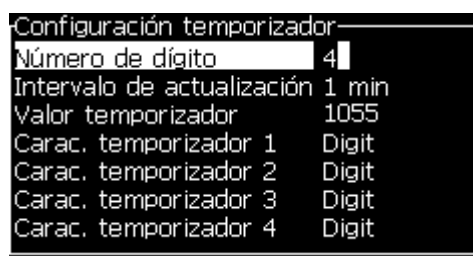

Figura 5-43: Configuración temporizador
- 4 Establezca los valores según se indica en la Figura 5-43.